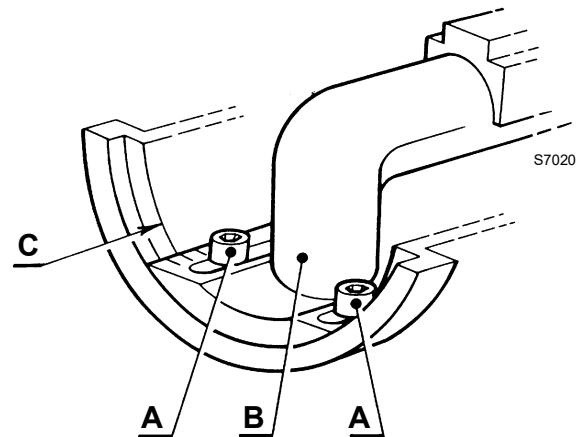

Fig. 9
- desserrer les deux vis A)(Fig. 9), déplacer le coude B) afin que le plan arrière du manchon C) coïncide avec l'encoche souhaitée;
- desserrer les deux vis A)(Fig. 9) sans les enlever;